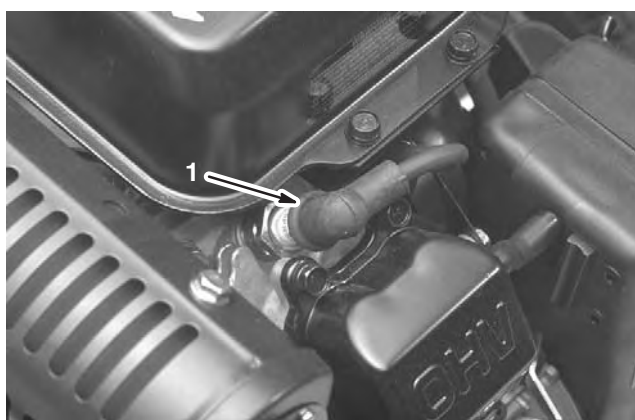

Figure 31
2. Nettoyez la surface autour de la bougie, puis déposez-la de la culasse (Fig. 31).